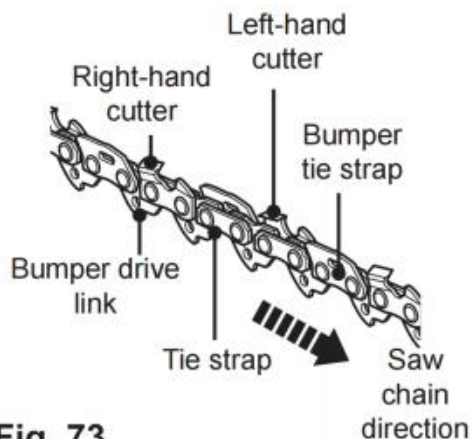

Fig. 73
2. La diferencia de altura entre el diente y la cresta es el corte. profundidad. Al afilar la cadena de sierra (C12) hay que tener en cuenta los siguientes puntos (Fig. 73).